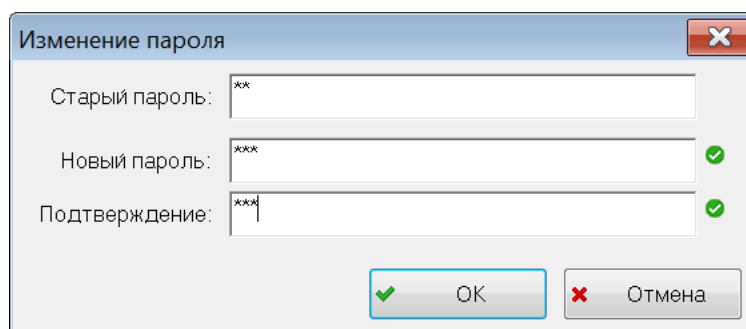

Рис. 6-11 – Изменение пароля пользователем
2) В открывшемся диалоговом окне ввести текущий пароль и новый (рис. 6-11).